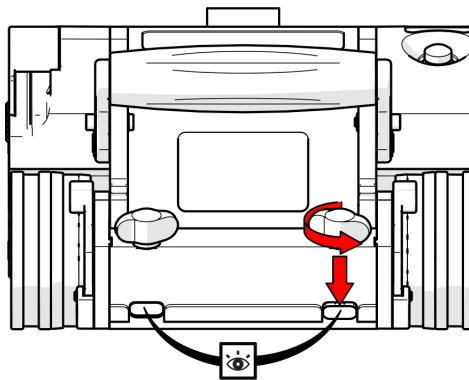

Abbildung 2-8 Ausrichten der Schwalbenschwanzbacken
4. Alternativ kann das Zubehör auch direkt an der schwenkbaren Halterung befestigt werden. Drehen Sie die schwarzen Flügelknöpfe und richten Sie die Schwalbenschwanzbacken auf die Nuten der Halterung aus (siehe Abbildung 2-8 auf Seite 52).